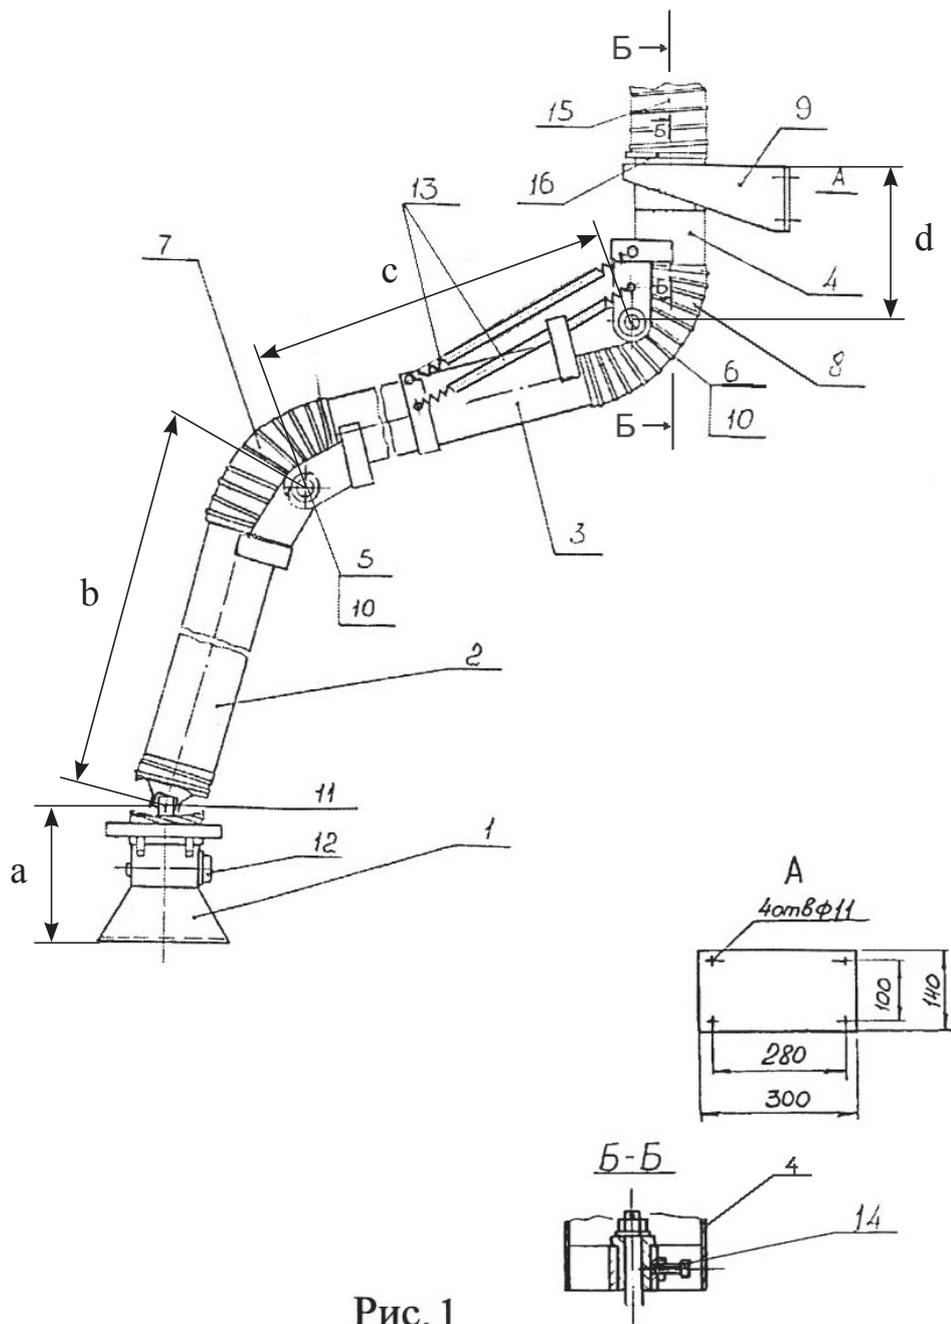

Рис. 1
На рис. 1 изображены безконсольные воздуховытяжные устройства базовой модификации на примере устройства «Лиана У»
5.1. Для сборки безконсольного устройства модификаций Лиана, Лиана У (рис. 1), необходимо ослабить рукояткой 10 шарнир 6, максимально сблизить трубы 3 и 4, повернув их вокруг оси шарнира 6 и присоединить пружины 13 к держателям на трубах 3 и 4. Затем рукоятками 10 зафиксировать шарниры 5 и 6.